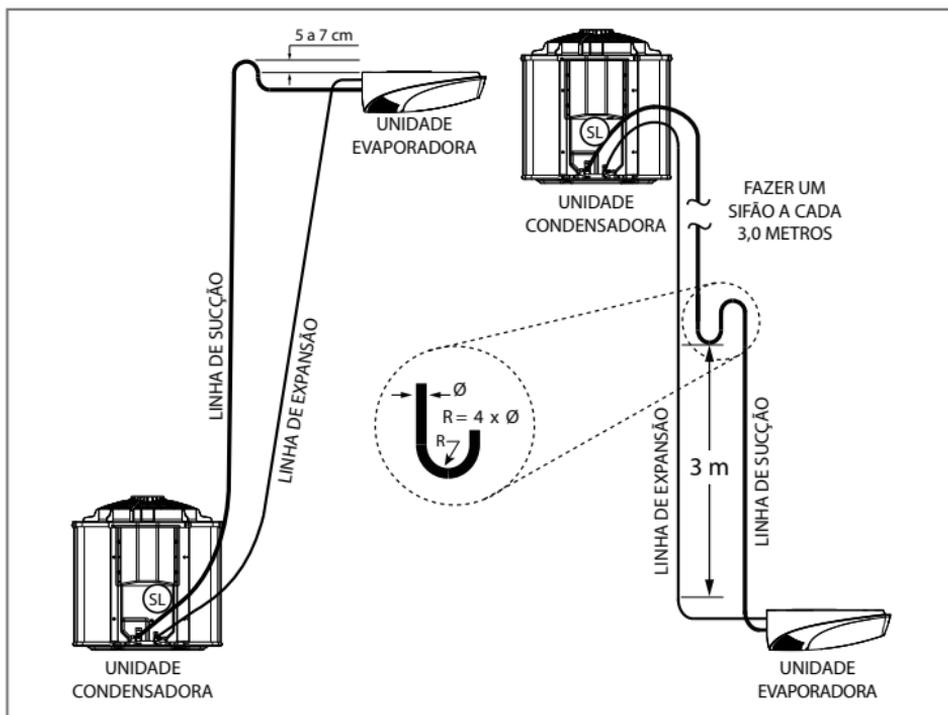

FIG. 24 - INSTALAÇÃO LINHAS DE INTERLIGAÇÃO
2. Elevar a linha de sucção acima da un. evaporadora antes de ir para a un. condensadora (entre 5 cm e 7 cm), quando a un. evaporadora estiver acima ou no mesmo nível da un. condensadora. Ver Fig. 24.
4. Fazer sifões nas subidas da linha de sucção, quando aplicado, a cada 3,0 m incluindo a base. Caso o desnível seja menor que 3 m faça apenas na base. Ver Fig. 24.
5. Inclinær as linhas horizontais de sucção no sentido do fluxo. Ver Fig. 24.
7. Deve ser instalado um separador de líquido (isolado termicamente e da radiação - que poderá ficar fora da un. externa), na sucção junto a entrada da un. condensadora, com capacidade volumétrica de retenção de líquido refrigerante como indicado na tabela a seguir. Veja a posição conforme a indicação SL na Fig. 24 .